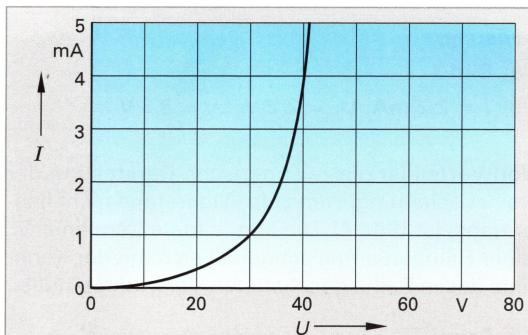

Bild 2: Kennlinie eines VDR
6. Über einen Vorwiderstand wirken auf den VDR mit Kennlinie Bild 2 unterschiedlich hohe Spannungspulse von im Mittel 60 V . Am VDR sollen ausgeglichenere Spannungspulse von im Mittel nur noch 30 V entstehen. Ermitteln Sie zeichnerisch a) den Vorwiderstand, b) den Höchstwert des Spannungspulses am VDR, wenn der Höchstwert am Schaltungseingang 80 V beträgt.